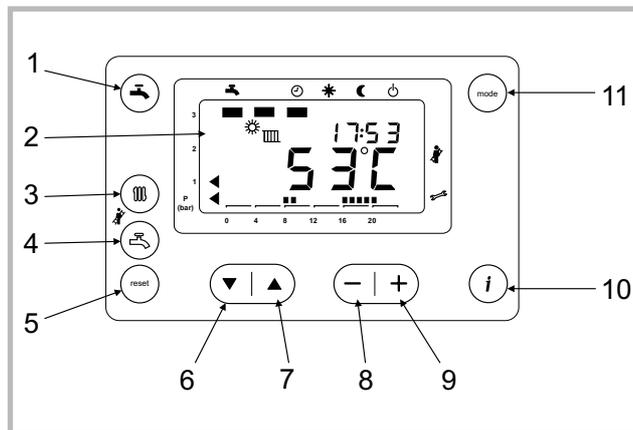

Figure 39 - Tableau de contrôle
Appuyer simultanément sur (🔧) et (🔧) pendant 6 secondes (repère 3 et 4, fig. 39).
• Appuyer sur la touche (▼) (repère 6, fig. 39)
Il est possible de contrôler les allures intermédiaires en ajustant le % à l'aide des touches (+) et (-) (repère 8 et 9, fig. 39).